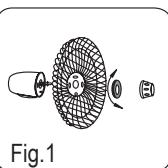

Fig.1
- 3.Usuń pokrętło i plastikową nakrętkę obracając pokrętło zgodnie z ruchem wskazówek zegara (lub wyjmij pokrętło z torebki przy pierwszym montażu) i przekręć plastikową nakrętkę przeciwnie do ruchu wskazówek zegara. Ustaw tylną osłonę ochronną w odpowiedniej pozycji (uchwyt do góry) i dokręć plastikową nakrętkę. (Rys.1)